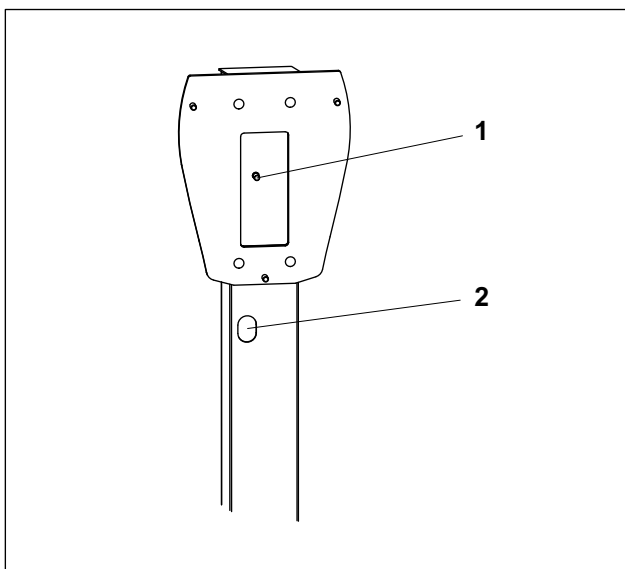

Abb. 3 Erdungspunkt der Stele
5. Befestigen Sie eine Durchführungstülle (Beipack) an der Kabelführungsoffnung (Abb. 3/2).
8. Schließen Sie den Schutzpotenzialausgleich am Erdungsbolzen (Abb. 3/1) der Stele an.